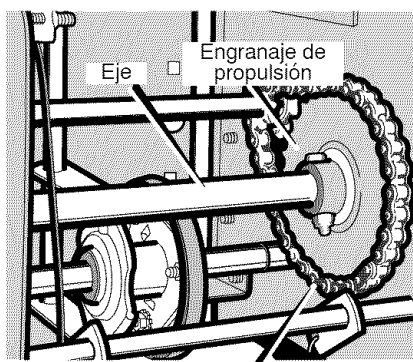

Figura 70
7. Quite los sujetadores que fijan el **engranaje de propulsión al eje** (Figura 70).
16. Instale la llanta izquierda, el **eje** y el **engranaje de propulsión** con los sujetadores que quitó antes. Instale la **cadena** en el **engranaje de propulsión** (Figura 70).